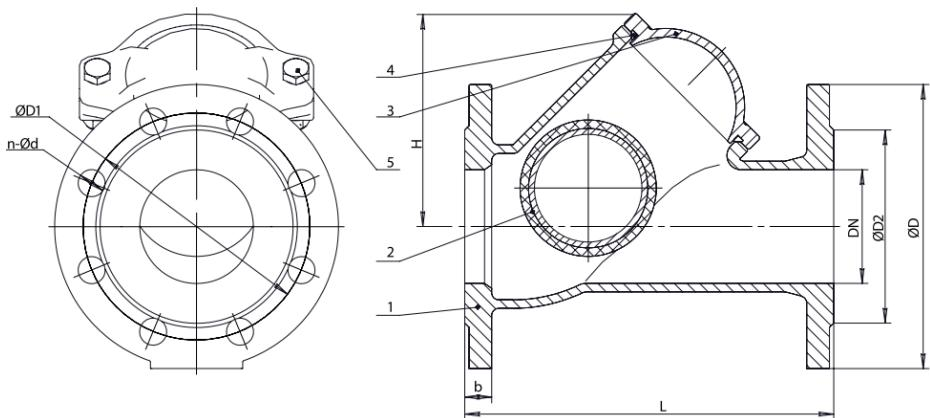

Рис. 1
1.3.1. Основные элементы конструкции клапана приведены в табл. 1, на рис.1.
1.3.2. Под действием прямого потока рабочей среды шар (2) перемещается под крышку корпуса (3) и открывает клапан. При отсутствии прямого потока рабочей среды, под действием собственного веса, шар опускается и перекрывает обратный поток среды (рис.1).